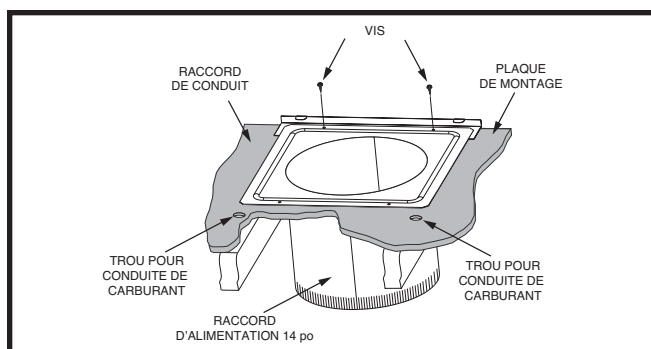

Figure 14. Raccord de conduit circulaire installé
3. Installez la plaque de montage sous la surface arrière du raccord de conduit. Consultez la Figure 14 \(page 9\). **REMARQUE** : Alignez les trous pour vis dans les deux composantes.